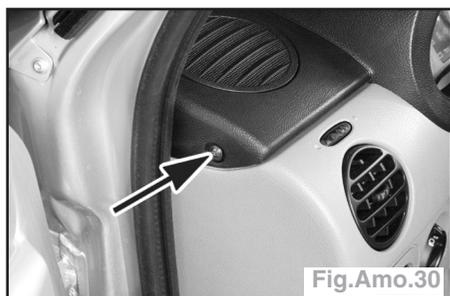

Fig.Amo.30
- les 2 vis latérales de la partie supérieure de la planche de bord (Fig.Amo.30).
- (A) jusqu'au 09/2003
- (B) À partir du 09/2003
- (1) Planche
- (2) Grilles de haut-parleur
- (3) Encadrement de combiné d'instruments
- (4) Cache avec pince-documents
- (5) Afficheur d'autoradio
- (6) Module d'airbag passager